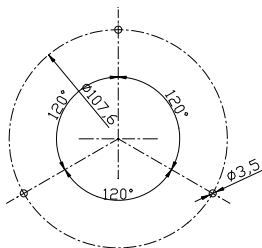
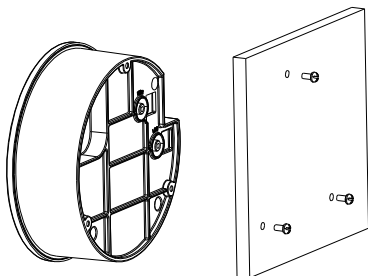

图 9
图 10
- (1) 方式一, 如图 9, 在安装平面上钻 3 个夹角为 120 度的孔, 直径 3.5mm, 如图 10, 用配件螺钉 M3x8 与平面安装好。